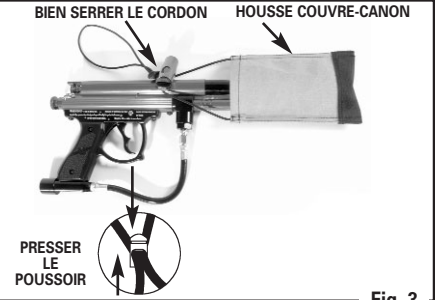

Fig. 3
- Poser la HOUSSE COUVRE-CANON (fig. 3).
- S'assurer que la HOUSSE COUVRE-CANON est posée sur le CANON (v. fig. 3).